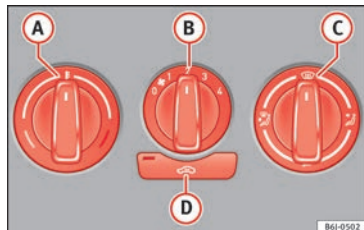

Fig. 165 Mandos de la calefacción en el tablero de instrumentos.
- Con los mandos rotativos **A**, **B** y **C** » **fig. 165** se regula la temperatura, la velocidad y la distribución del aire.
- Pulse la tecla **D** » **fig. 165**, el testigo de la tecla se ilumina.
Si el rotativo **C** » fig. 165 está en posición de deshielo, la trampilla de recirculación estará siempre abierta y entrará el aire desde el exterior.
- Gire el regulador de temperatura » fig. 165 **A** hacia la izquierda.
- Gire el regulador de la temperatura » fig. 165 **A** hacia la derecha hasta alcanzar el grado de calefacción deseado.
- Gire el regulador de la temperatura » fig. 165 **A** hacia la derecha hasta el nivel máximo de calefacción.
- Gire el regulador de temperatura » fig. 165 **A** hacia la zona de calefacción.